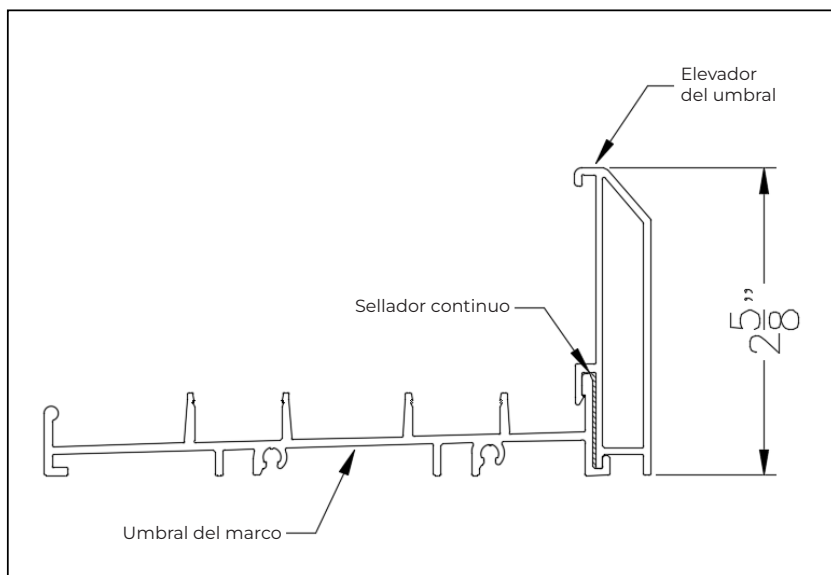

FIGURA 2
4. Instale el elevador del umbral: Instálelo sobre un cordón continuo de sellador de silicona y selle los extremos contra las jambas, como se muestra en la **figura 2**.